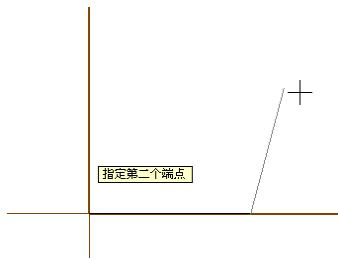

图 3-37 绘制第一条直线
- 03 按 F9 键，显示系统原点坐标。根据系统提示选择原点作为绘制第一条直线的起始点。在“长度”按钮 L 后面的输入框中输入第一条直线的长度为 100，并按回车键；在“角度”按钮 A 后面的输入框中输入 0，并按回车键，即可完成第一条直线的绘制，结果如图 3-37 所示。